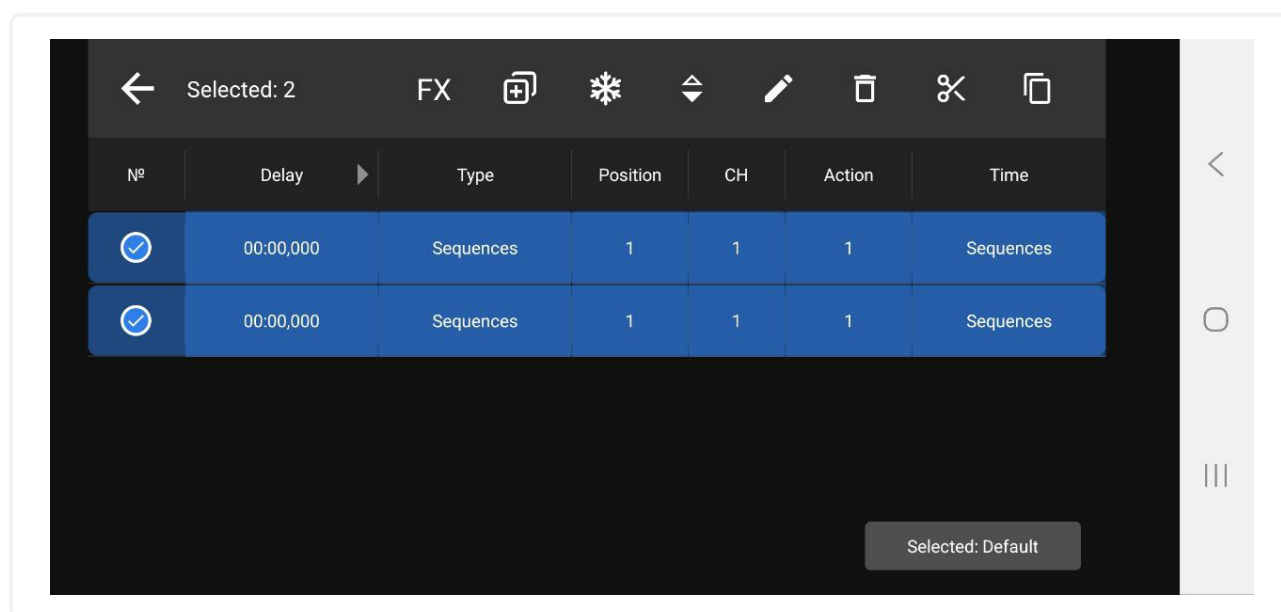

Рис. 18: Экран группового управления точками
1. Для этого нужно либо нажать с удержанием более 1 й секунды на название столбца «№», в таком случае будут автоматически выбраны все точки, либо нажать с удержанием более 1 й секунды на номер отдельной точки, в таком случае будет выбрана только эта точка. При любом варианте включится режим выбора точек (вместо номера точек в столбце номера появятся чекбоксы для выбора)(см. рис. 18):